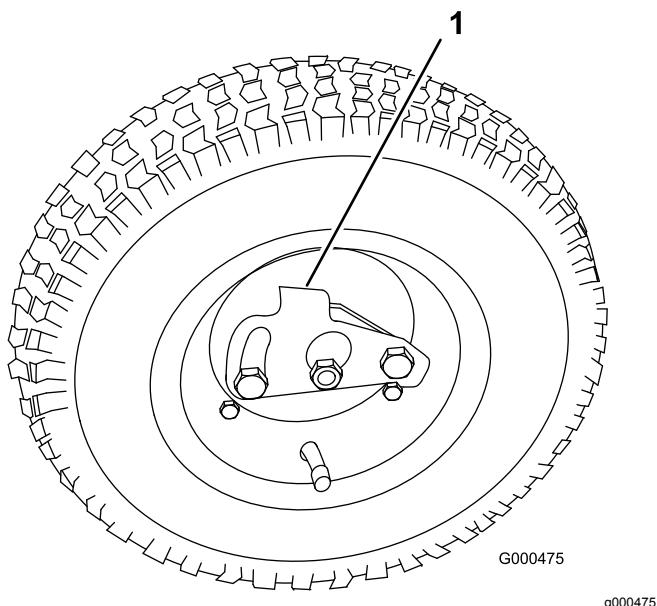

図 10
2. 車輪についているロッククリップが車軸に掛かるようにして車輪を六角シャフトに通す図10。